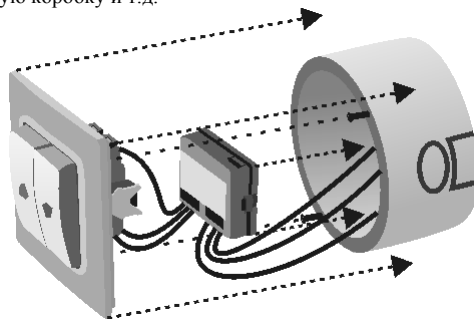

Рис. 1. Схема монтажа.
Модуль **MDT407, MDT415** выполнен в пластмассовом негорючем корпусе и предназначен для установки в монтажную коробку под выключатель (рис. 1). Возможна установка под колпачок люстры, распаечную коробку и т.д.
5. Закончить сборку согласно рис. 1 и модуль готов к работе.